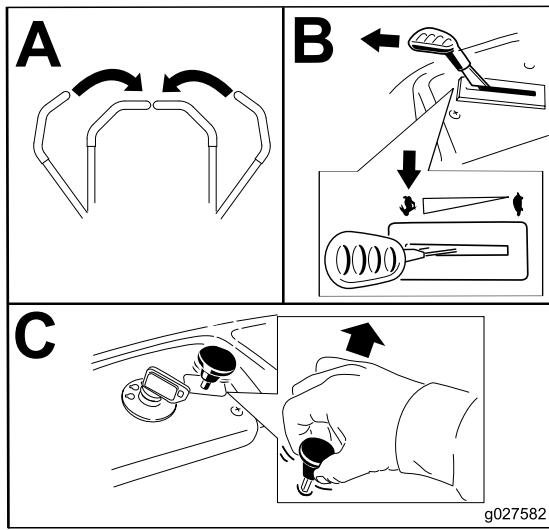

Figura 11
Nota: Inserite sempre le lame con l'acceleratore in posizione MASSIMA (Figura 11).
1. Disinnestate le lame spingendo il relativo comando in posizione di SPEGNIMENTO (Figura 11).